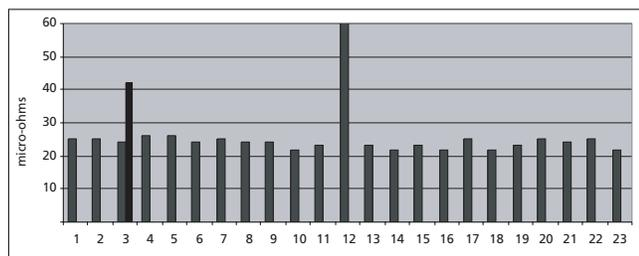

Figura 5: Gráfico de barra de la resistencia de la conexión del celadas
El gráfico de la Figura 5 muestran los datos obtenidos de una batería real para telefonía (CO) de 24 celdas. El pico en el conector #12 (celda 12 a 13) es un cable de conexión entre filas. El conector #3 estuvo fuera de especificación y se